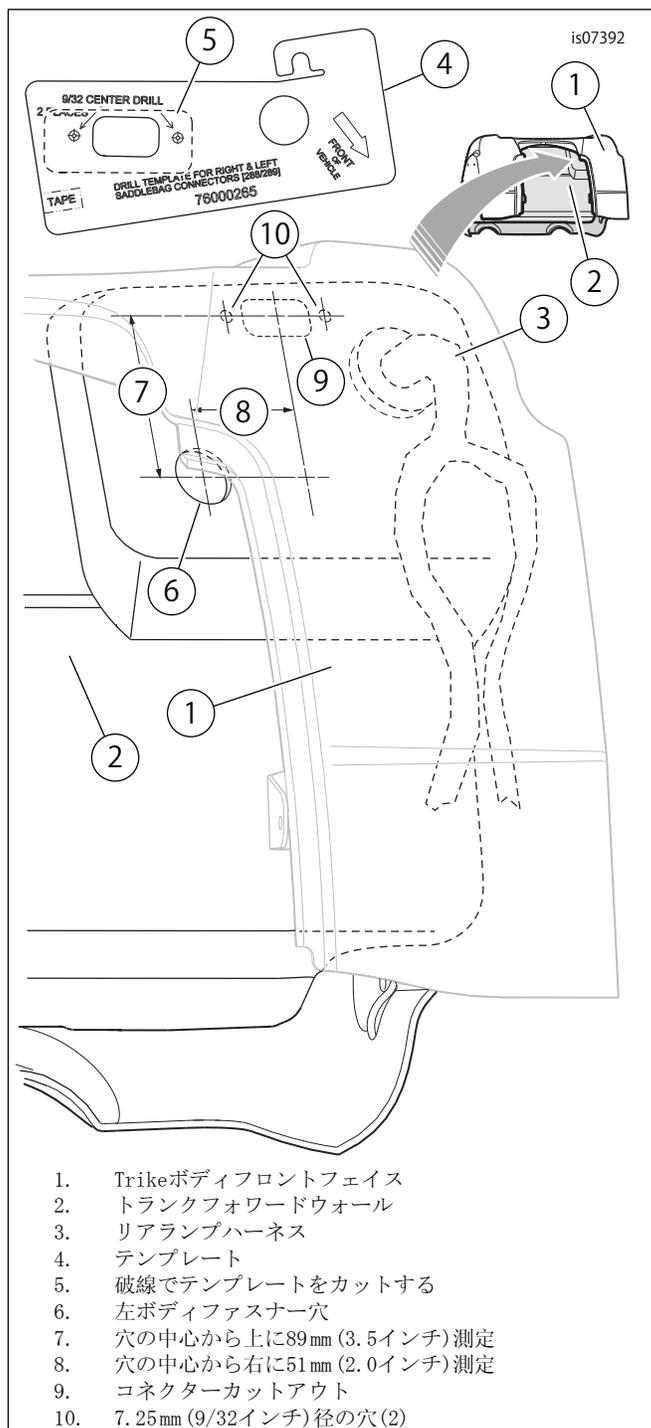

図4. 12ウェイパネルマウントコネクタ用のTrikeボディの穴開け
2. 「図4」を参照してください。Trikeボディフロントフェイス(1)の後方にあるトランクフォワードウォール(2)の上にある左ボディファスナー穴(6)の位置を確認します。
- ボディ左側のファスナー穴、89 mm (3.5 in) (7)の中央からアウトボード側51 mm (2.0 in) (8)の方向に測定します。その位置のトランクフォワードウォールをマークします。
テンプレート位置は、パネルコネクタフランジが平らな面に収まらないか、リアライトハーネス(図4、アイテム3)グロメットに近すぎる場合は、少し調整することができます。